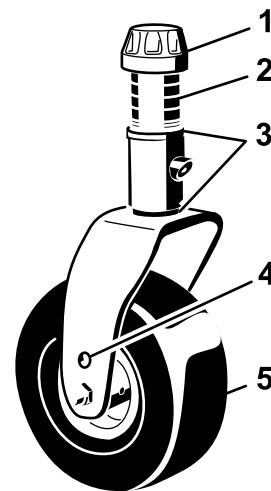

Figura 17
5. Togliete il cappuccio di tensione dall'asse del perno ed estraete il perno dal braccio della ruota orientabile (Figura 17).